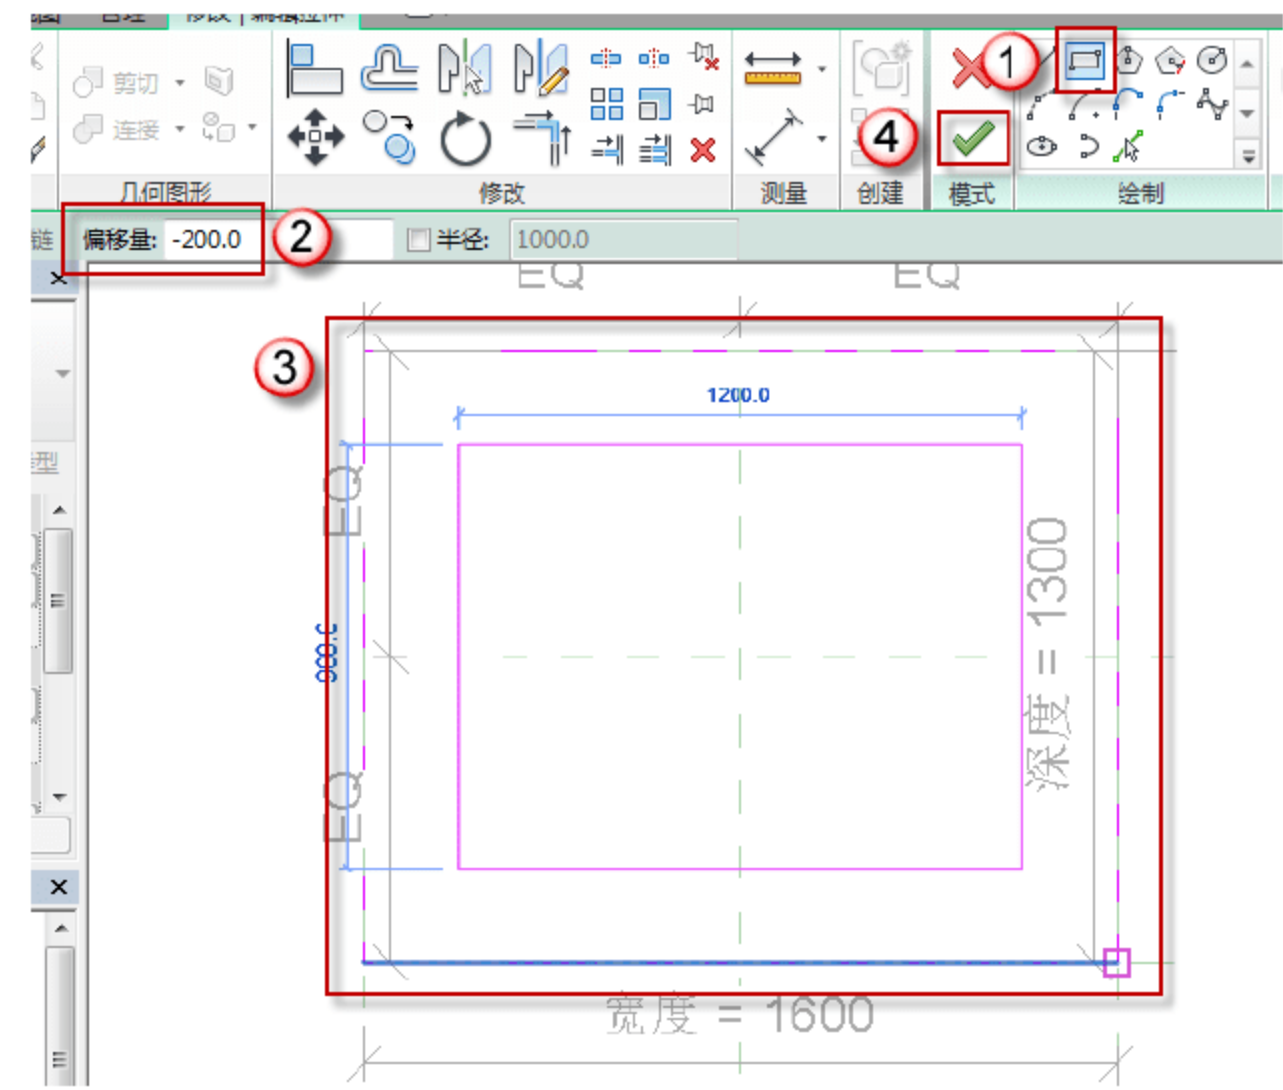
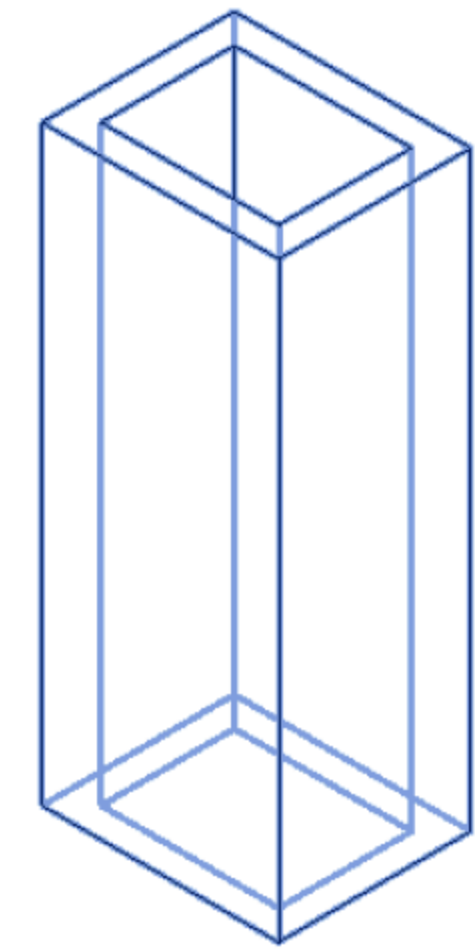

图 12.3.7 绘制孔道
图 12.3.8 3D 效果图
(6) 绘制孔道。双击柱截面，在“绘制”任务栏中选择“矩形”绘图方式，同时将“偏移量”改成“-200”，然后绘制孔道，最后在上下文关联选项板中单击√按钮，如图 12.3.7 所示。3D 效果如图 12.3.8 所示。